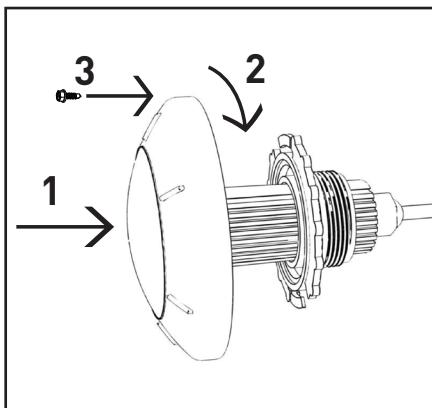

Figura 2. Conexión de la luz al anillo de acoplamiento
3. En caso que utilice el anillo de acoplamiento para instalar la luz a un conector plástico rosulado de 1,5" (3,81 cm), primero instale el anillo en el conector y luego pase el cable por el anillo de acoplamiento ya montado. Monte la luz en el anillo de acoplamiento tal como se muestra en la figura 2. Si utilizará la estaca para instalar la luz, pase a la sección 2.